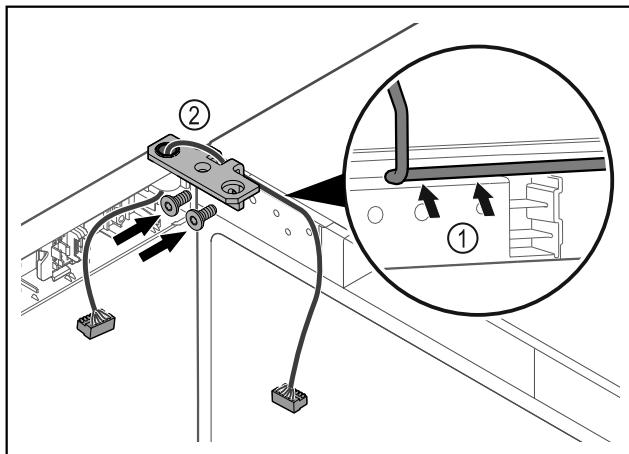

Fig. 46
- Kabel durch die Ausparung des Scharnierwinkels führen und vorsichtig verlegen Fig. 46 (1).
- Scharnierwinkel Fig. 46 (2) anschrauben.